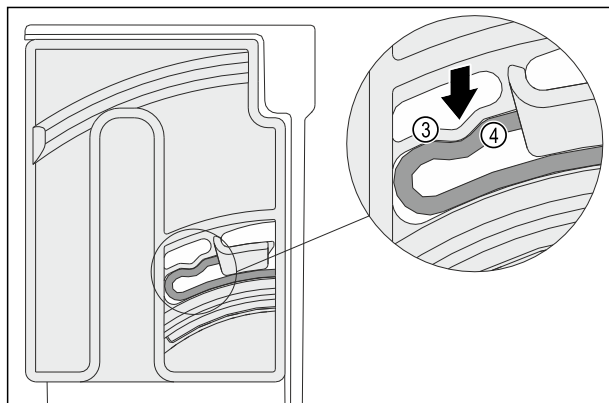

Fig. 101
- Elastični element Fig. 101 (3) vrtljive enote se slišno zaskoči v okroglo obliko rebra Fig. 101 (4).